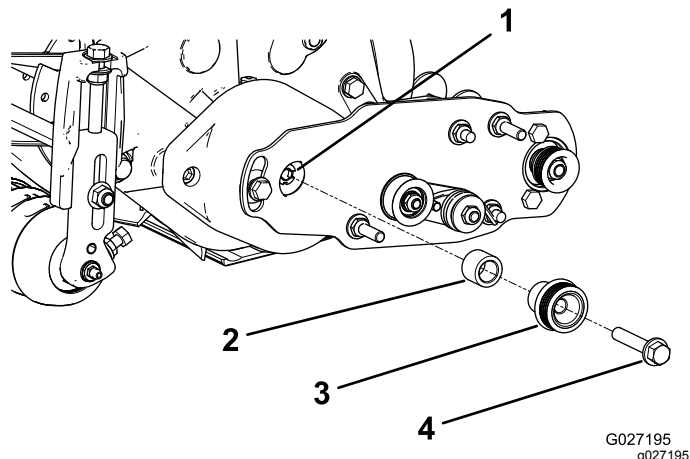

図 15
1. ベアリングハウジングのシャフトにスペーサを挿入する 図 15。
2. スペーサに駆動プーリを挿入し、駆動シャフトにはめる 図 15。
3. フランジヘッドボルト 3/8 x 2 インチを使ってプーリとスペーサを駆動シャフトに固定する 図 15を参照。